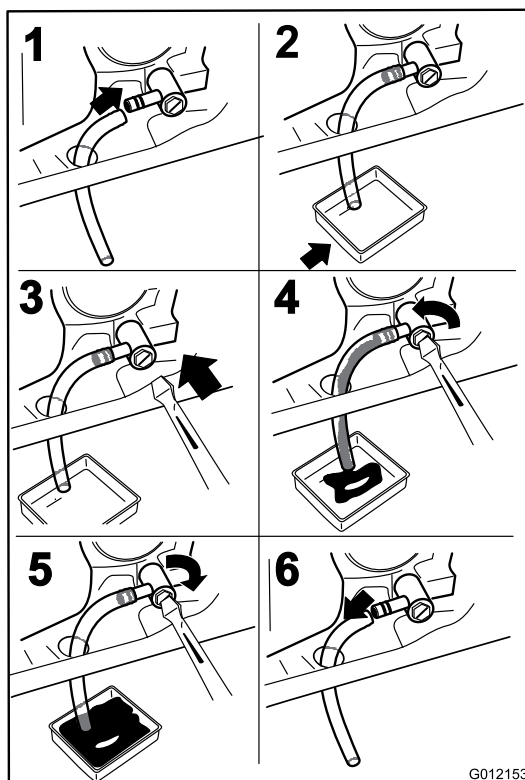

Figura 45
3. Pare el motor, retire la llave y espere a que se detengan todas las piezas en movimiento antes de abandonar el puesto del operador (Figura 45).